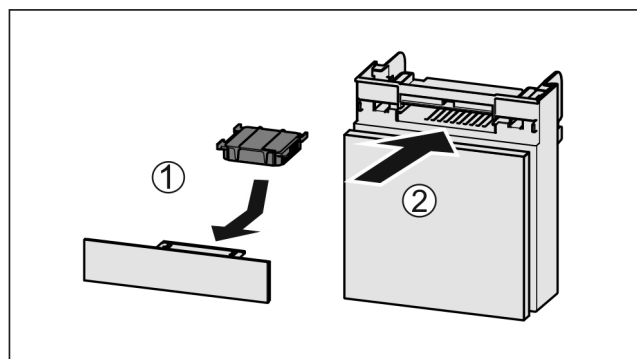

Fig. 51
- Filtr s aktivním uhlím vložte podle vyobrazení Fig. 51 (1).
- Zásuvku zasuňte Fig. 51 (2).